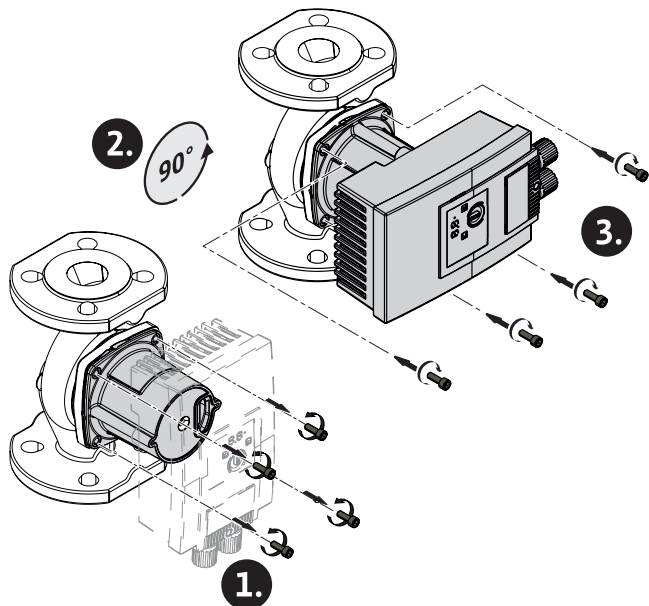

Fig. 5: Vyrovnanie motora
2. Uvoľnite hlavu motora a opatrne ju otočte → Fig. 5.